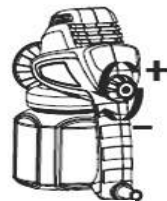

Рис.3
4. Нажмите выключатель краскопультa и вращайте регулирующую ручку (Рис.3) до тех пор, пока не получите требуемую интенсивность распыления и конус распыла не будет иметь желаемую ширину. Туман распыла должен быть однородным, мелкодисперсным, без капель.